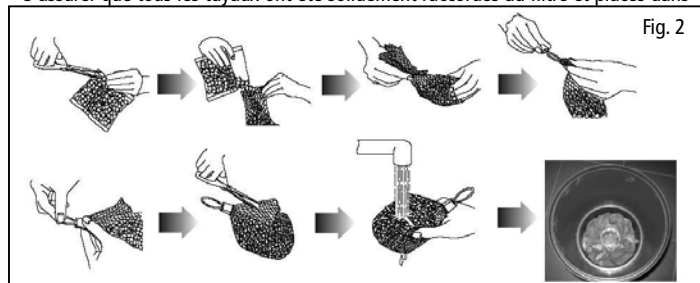

Fig. 2
- La masse filtrante biologique doit être placée dans la cuve du filtre tel qu'il est indiqué sur l'illustration (sauf Pressure-Flo Clean 700/2500) (fig. 2).
- Vérifier que le couvercle du filtre (A) est verrouillé solidement avec la manette de blocage du couvercle (H) et que le joint torique du couvercle du filtre (I) est correctement positionné dans sa rainure.